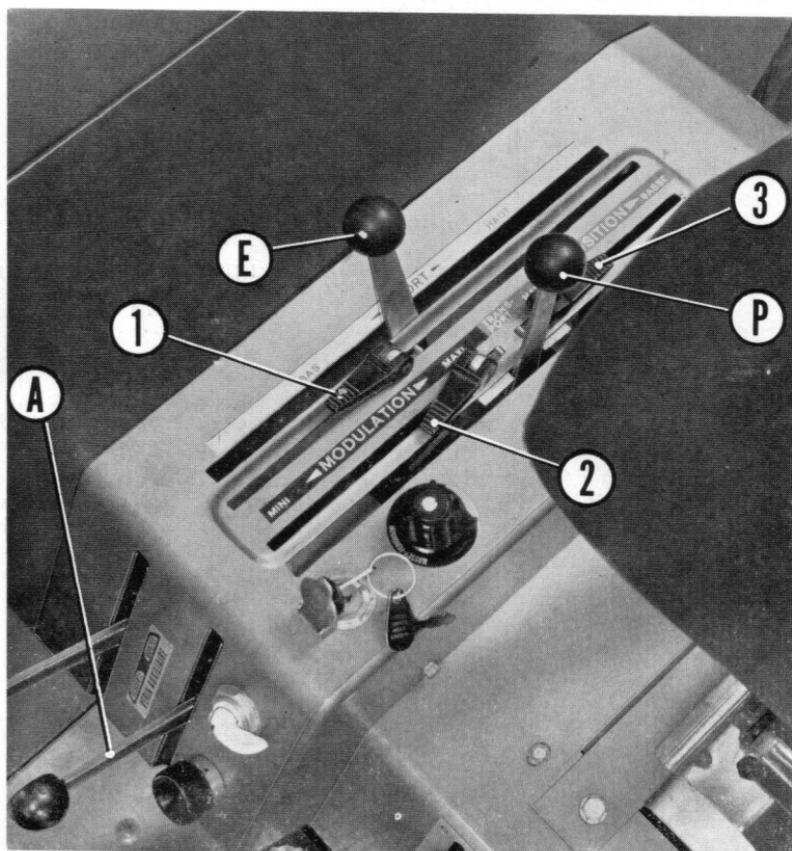

Fig. 34
Les commandes de relevage hydraulique comportent (voir fig. 34) :
- Deux manettes de commande d'hydraulique auxiliaire (A fig. 34 et 35) placées sur le panneau avant permettent la mise en œuvre des vérins à double ou simple effet sur l'outil porté ou traîné derrière le tracteur, ce indépendamment du système de relevage.